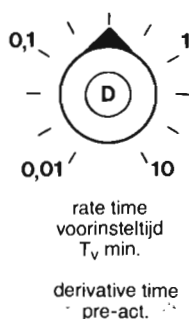

Fig. 9.27.
- **Krachtiger instellen van de D-actie** (zie fig. 9.27)